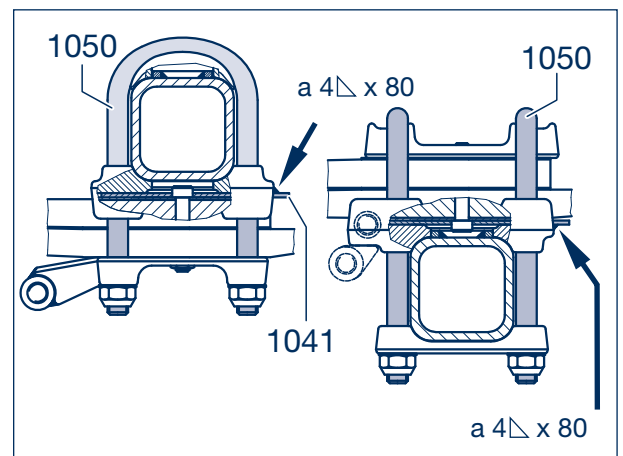

Figure 7
- [10] S'il y a des plaques de triangulation, les souder aux patins de fixation (figure 7 / flèches).